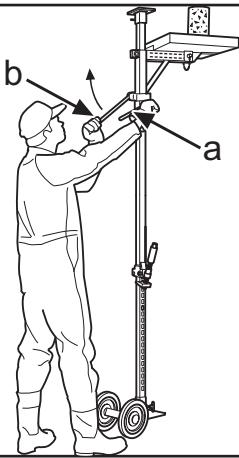

Fig. 3
3. Spingere il raccoglitore verso il soffitto in modo da raccogliere liquido refrigerante e anima (a) (fig. 3). Fissare con la manopola di bloccaggio.
3. Den Sammelbehälter zur Decke hochfahren, damit Kühlflüssigkeit und Bohrkern gesammelt werden (a) (Abb.3). Mit dem Griff verriegeln.
3. Pousser le collecteur contre le plafond afin que le liquide de refroidissement et le noyau extrait puissent être recueillis (a) (fig.3). Verrouiller à l'aide de la poignée de verrouillage.
3. Schuif de opvangbak tegen het plafond zodat koelvloeistof en boorkern worden opgevangen (a) (Fig.3). Zet vast met de borgknop.